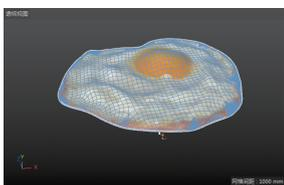
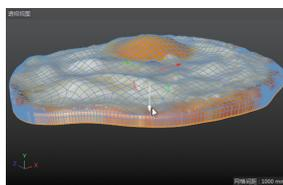

图 5-41
图 5-42
**02** 执行“选择”|“轮廓选择”命令，选取多边形边缘，如图 5-41 所示。再单击“移动”按钮, 按住 Ctrl 键拖动蓝色轴向下滑移，将选取的轮廓边拉伸，需要拉伸两次，如图 5-42 所示。